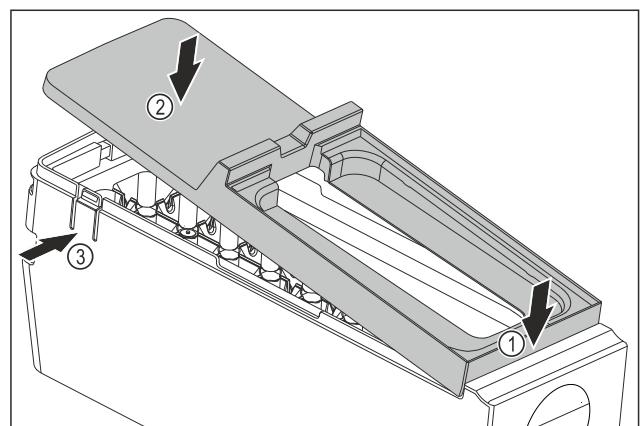

Fig. 127
- Abdeckung des EasyTwist-Ice-Körpers montieren: Abdeckung vorne ansetzen. Fig. 127 (1)
- Abdeckung hinten absenken. Fig. 127 (2)
- Abdeckung rastet hörbar in beiden Taschen Fig. 127 (3) ein.